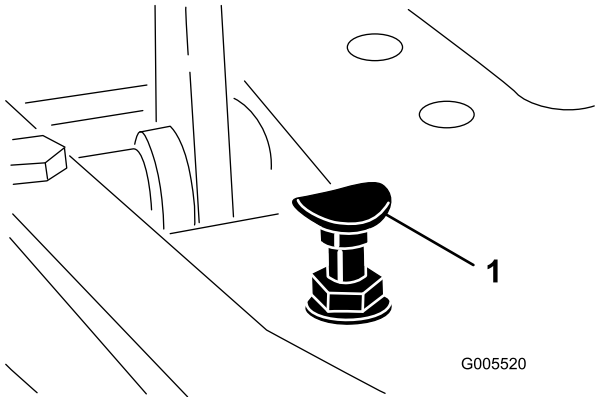

图 48
要获得最大行驶速度请将功能控制杆放在行驶位置并踩下驱动踏板。如果在拉线感到张紧力之前踏板接触到限位器图 48 请执行以下调节程序
1. 将功能控制杆放在行驶位置松开将踏板限位器固定至底板上的锁紧螺母图 48。